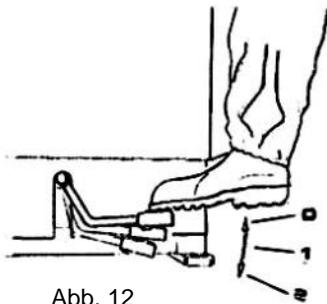
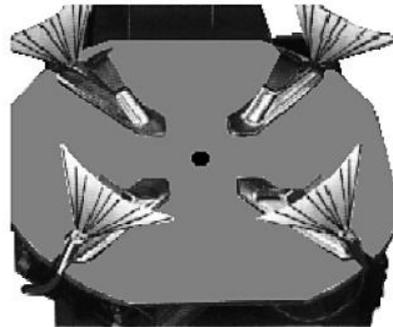

Abb. 12
Abb. 13
- Stecken Sie den Reifenfüllerschlauch auf das Reifenventil bis zum Anschlag und füllen Sie den Reifen. Heben Sie den Reifen gleichmäßig hoch, dass der Reifenwulst an dem Felgenhorn anliegt, treten Sie das Füll-Pedal (Abb.12) vollständig durch Luftboosterfunktion wird aktiviert, Luft tritt aus den Spannbackendüsen heraus (Abb.13).